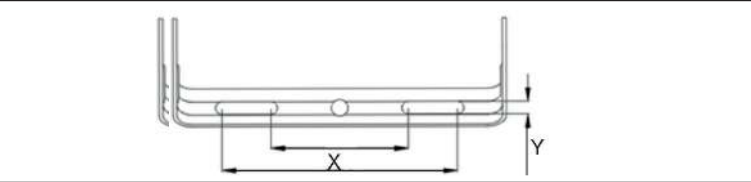

Fig. 4: Borehole distance
5. Fixez le projecteur extérieur à LED. Voir Fig. 4.
5. Fissare il proiettore esterno a LED. Vedi fig. 4